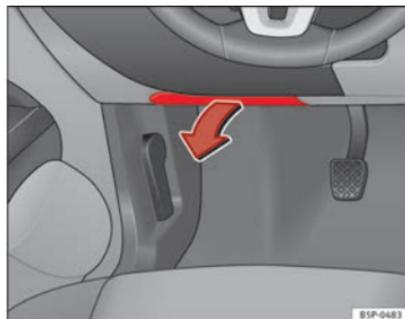

Fig. 185 Lato sinistro della plancia portastrumenti: coperchio della scatola dei fusibili.
- **Apertura:** abbassare la copertura ⇒ fig. 185.